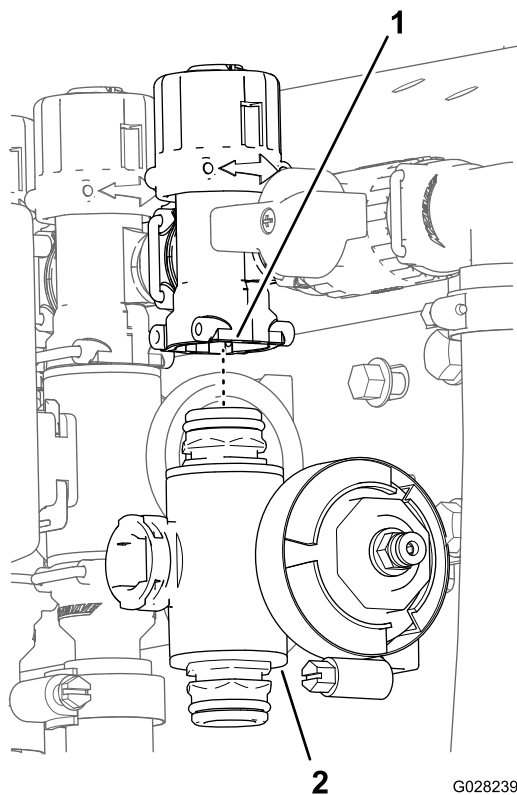

図 106
3. 左ブームまたは右ブームバルブの場合は、バルブをバルブマウントに固定しているフランジヘッドボルトとフランジロックナットを外してバルブマニホールドを機体から取り出す。右ブームバルブの場合は、機体からブーム用のバルブマニホールドを取り出す 図 106。